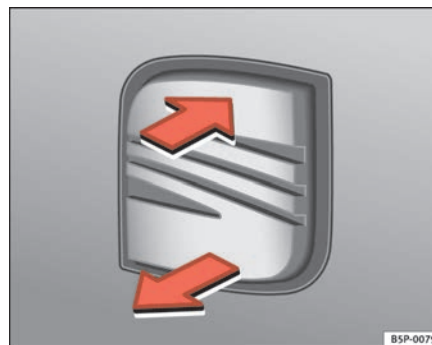

Fig. 74 Bagageira: abertura a partir do exterior
- Puxe o manípulo ⇒ **fig. 74** e levante a porta do porta-bagagens ao mesmo tempo.